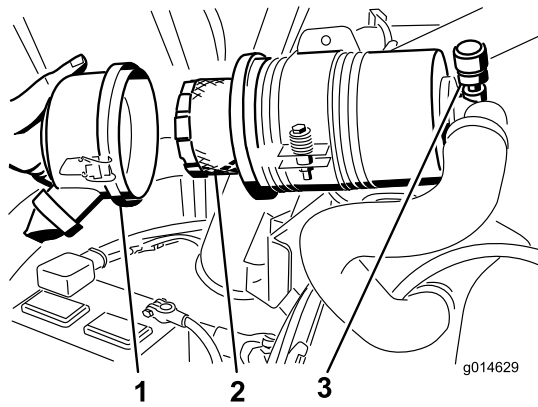

Figure 61
3. Déposez et remplacez le filtre (Figure 61).